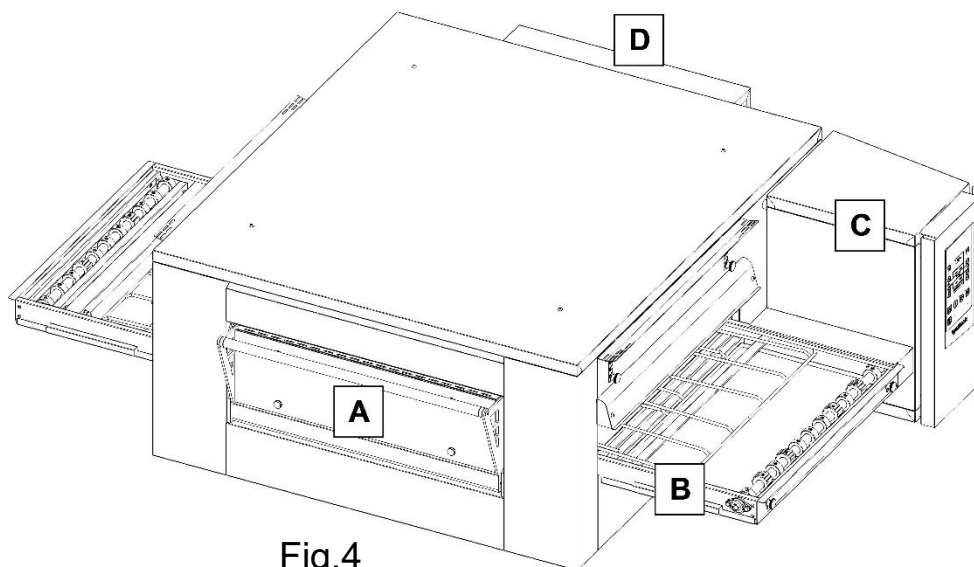

Fig.4
Si el horno está equipado con una portezuela (Fig. 4 zona A), comprobar su estado de cierre y funcionamiento.
Efectuar el control de la tensión de la red (Fig.4 zona B), su desgaste y alineación, procediendo si es necesario a regularla mediante el tensor de red colocado en la entrada del horno.
En el interior del cuadro de mandos (Fig. 4 zona C), donde se encuentran los componentes eléctricos, se puede acumular polvo, harina y suciedad en
- en el área del motor de ventilación (Fig. 4 área D), el control y la limpieza de los motores.